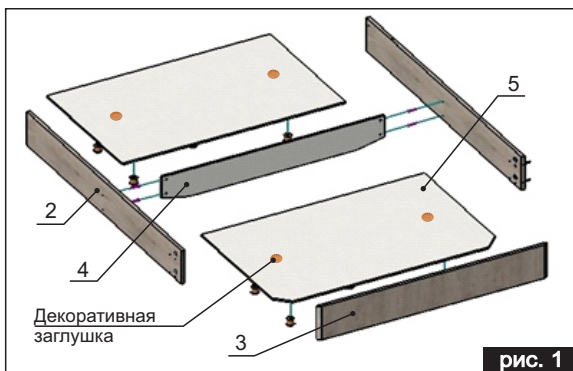

рис. 1
- 2 СБОРКА КОРОБА** (рис.1,2). В центр боковых царг (2) установить соединительные болты и шканты, по краям царг прикрутить кронштейны мебельные винтами m8x20 (со стороны спинки (1) кронштейн без опоры, со стороны царги передней (3) кронштейн с опорой).